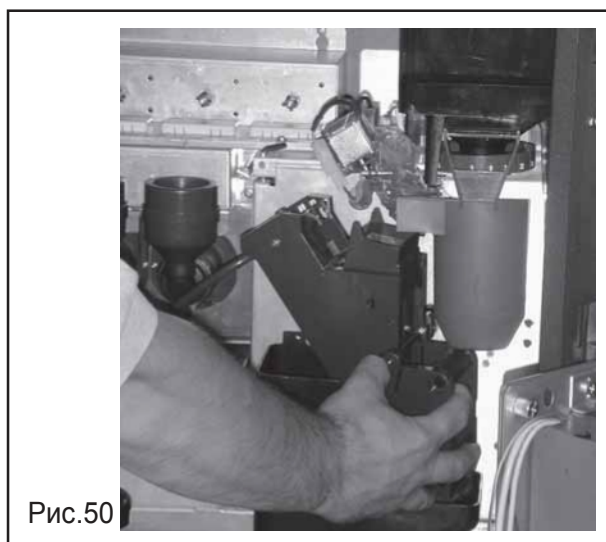

Рис.50
- Вынуть группу для простоты чистки (Рис. 50) и с помощью маленькой щетки удалить остатки порошка кофе;